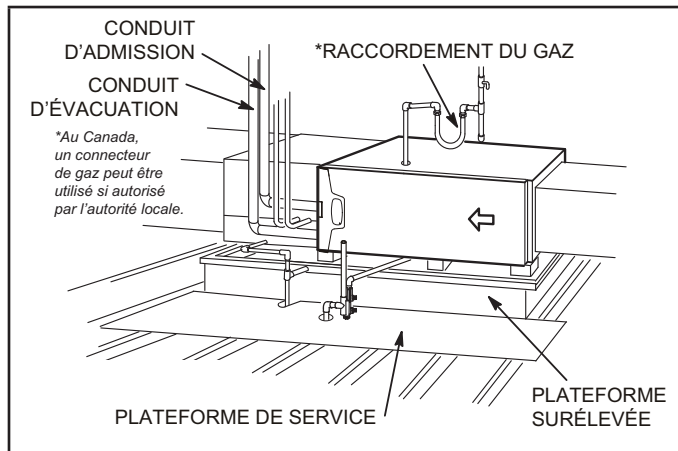

FIGURE 19
- 2 - Construire une plateforme surélevée en bois et la recouvrir d'un panneau de contreplaqué. Si l'unité est installée au-dessus d'un espace fini, installer une cuvette de drainage auxiliaire sous l'unité. Installer l'unité dans la cuvette comme illustré à la FIGURE 19. Prévoir un dégagement de 8 po en dessous de l'appareil pour liège à condensat.